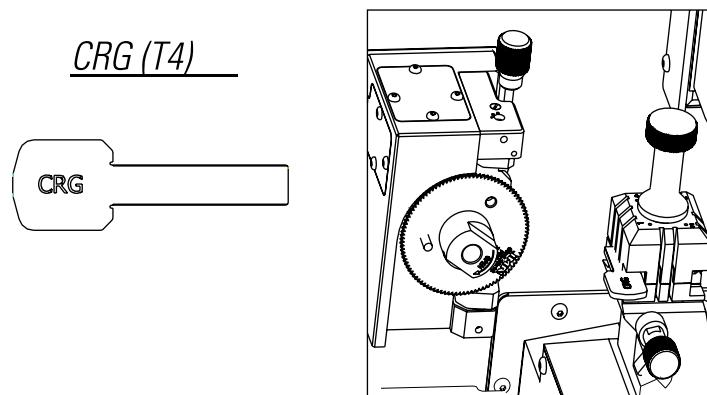

FIG. 21
- 1) CRG (T4) an Spannbacke MP1 an Seite 1 legen. (Abb. 21)